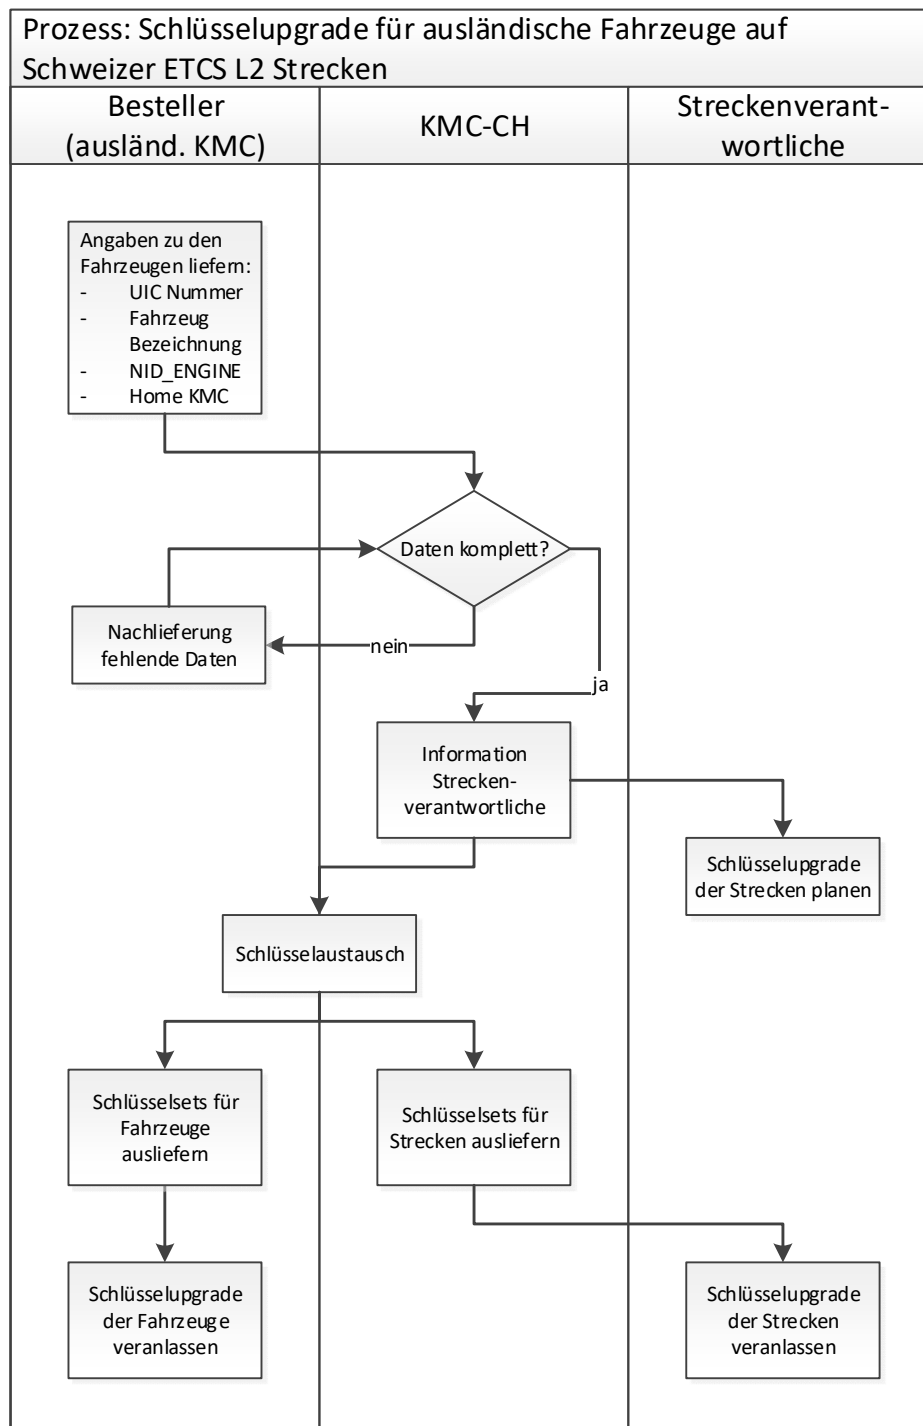

Abbildung 3: Ausländische Fahrzeuge auf Schweizer Strecken
5.1.1.2 Abbildung 3 zeigt den Schlüsselupgrade Prozess in diesem Fall: